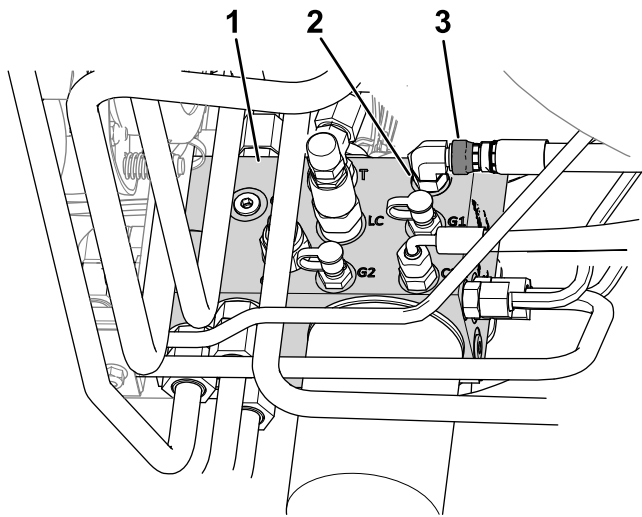

図 9
- 油圧マニホールドのポートC1に接続されているホースのスイベルナットをゆるめる図9。